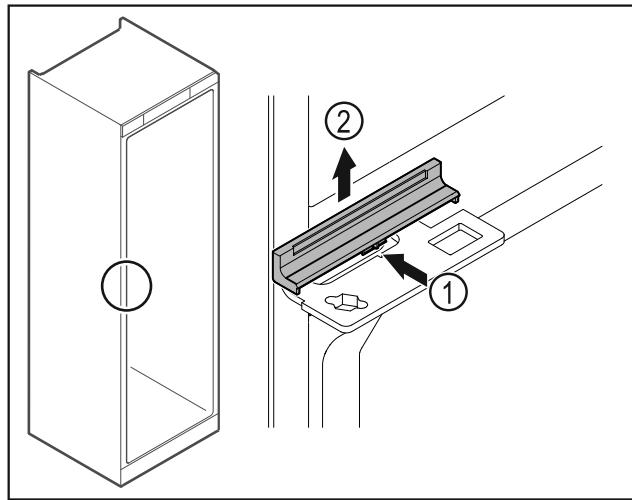

Fig. 43
- ▶ Πάστε το κάλυμμα Fig. 43 (1) ελαφρά στο κέντρο και αφαιρέστε το προς τα επάνω Fig. 43 (2).